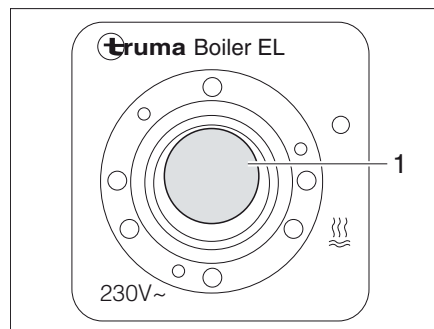

Fig. 125 Commutateur à bascule pour le chauffe-eau Truma (régime électrique 230 V)
- Mettre le commutateur à bascule (Fig. 125,1) en marche. Le voyant de contrôle placé sur le commutateur s'allume. L'eau contenue dans le chauffe-eau est réchauffée à 65 °C.
- Mettre le commutateur à bascule (Fig. 125,1) sur "O". Le voyant de contrôle placé sur le commutateur s'éteint.
- Placer l'interrupteur tournant (Fig. 124,3) de l'unité de commande (Fig. 124) sur "O" (Fig. 124,4) ou régler le commutateur à bascule (Fig. 125,1) sur "O".